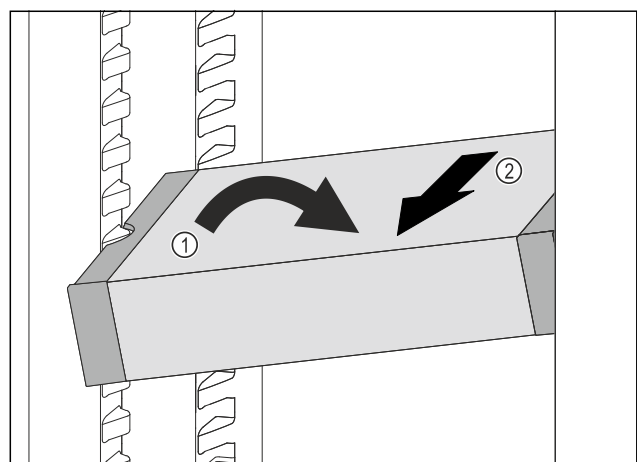

Fig. 58
- ▶ VarioSafe in het koelgedeelte schuin zetten. Fig. 58 (1)
- ▶ VarioSafe naar voren toe verwijderen. Fig. 58 (2)